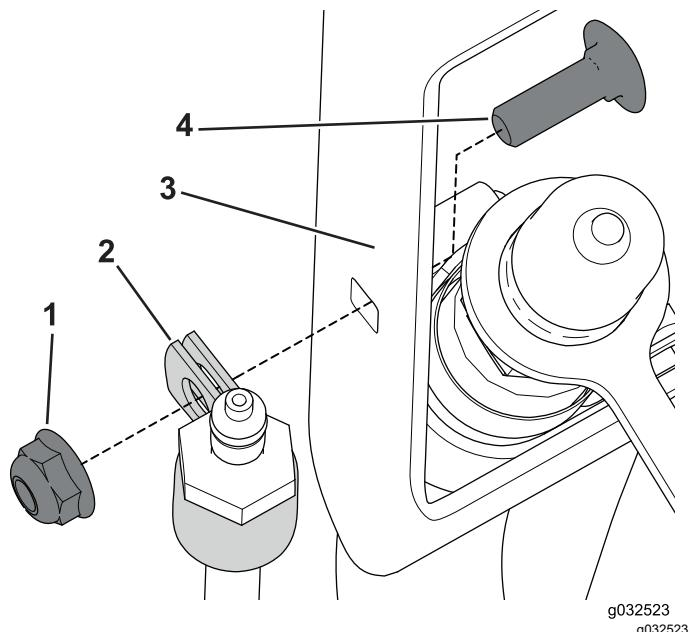

Bild 36
1. Setzen Sie eine R-Klemme um den Schlauchanschluss (Bild 36).
2. Befestigen Sie die R-Klemme mit der Schlossschraube ($\frac{1}{4}$ " x $\frac{3}{4}$ ") und Bundmutter an der Schlauchhalterung (Bild 36).